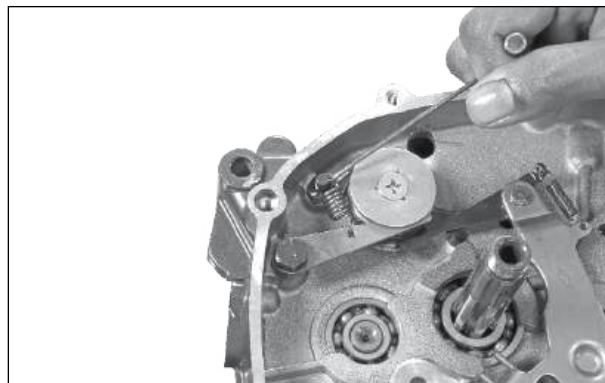

Fig. 3.128
- Desencaixe a mola limitadora do came do seletor de marchas do gancho. (Fig. 3.128)